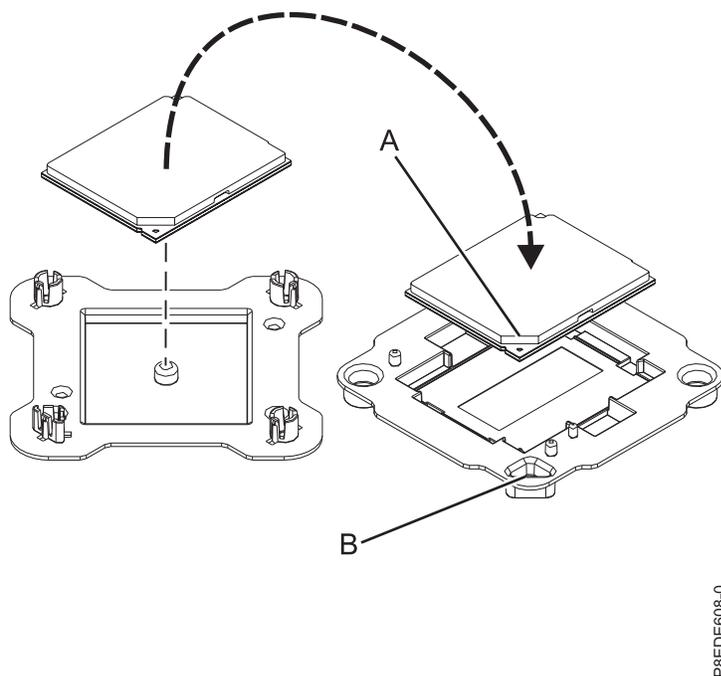

Abbildung 74. Systemprozessormodul im Versandträger platzieren
8. Greifen Sie das von Ihnen ausgetauschte Systemprozessormodul vorsichtig an den Kanten und heben Sie es aus der Transportabdeckung. Richten Sie die abgeschrägte Ecke des Moduls (A) an der Ecke des Trägers aus, die ein Dreieck aufweist (B), und platzieren Sie das Modul im Träger (siehe Abb. 74 auf Seite 67)